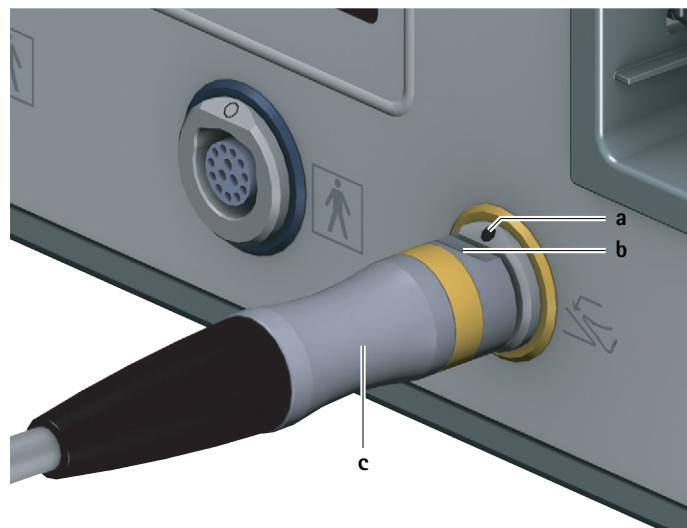

Рис. 2 Подсоединение блока ножного управления
- Выровнять штекер блока ножного управления **c** так, чтобы маркировка **b** на штекере соответствовала маркировке **a** на гнезде блока ножного управления 6, см. Рис. 2.
- ▶ Вытянуть штекер блока ножного управления с из гнезда блока ножного управления 6, см. Рис. 2.